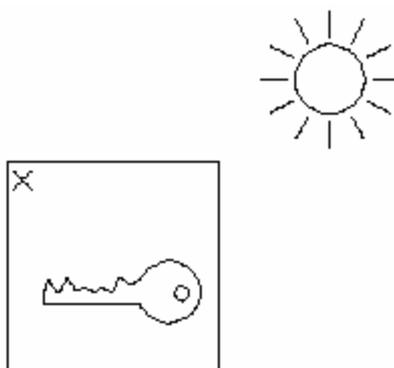

Figura 2
6. Coloca cualquier objeto opaco (como una llave, una moneda o una figura recortada en cartulina negra) sobre la hoja marcada con la X, y exponla a la luz solar durante unos minutos (Figura 2).